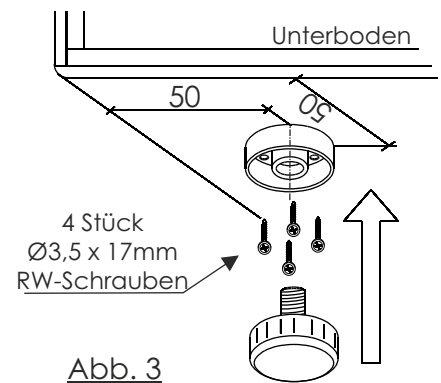

Abb. 3
3. Drehen Sie den Sockelgleiter auseinander. (Abb. 2) und stecken das Zapfenteil in die entsprechenden Bohrungen des Unterbodens. Sichern Sie den Gleiter mit je einer $\text{\O}4 \times 13\text{mm}$ RW-Schraube. Anschließend wird das Gleitelement wieder aufgeschraubt. (Abb. 3)
3. Öffnen Sie die hintere Klappe des Kabelkanals und schieben das Möbel an die Wand. Rechts und Links sind an den Innenseiten der Außenseiten die Kippsicherungsbeschläge montiert. Drücken Sie die Gewindeschraube des Beschlags nach unten und schieben das Möbel dicht an die Wand. Lösen Sie anschließend den Druck auf die Schraube, sodass der Kopf der Schraube unter die Aufhängeschiene zurück springt. (Abb.3)